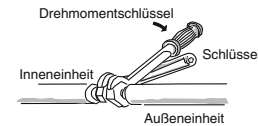

Abb. 5-6
- Die Überwurfmutter spezifizierten Anzugsdrehmoment festziehen (Abb. 5-6).
- Wenn die Überwurfmutter von den Verbindungsstücken abgenommen oder nach dem Anschließen der Leitungen festgezogen werden, müssen unbedingt zwei verstellbare Schraubenschlüssel oder Maulschlüssel verwendet werden. (Abb. 5-6) Wenn die Überwurfmutter zu stark festgezogen wird, kann dies eine Beschädigung der Aufweitung verursachen, was wiederum zu einem Kühlmittelleck und Verletzungen oder Erstickungserscheinungen bei im Raum befindlichen Personen führen kann.